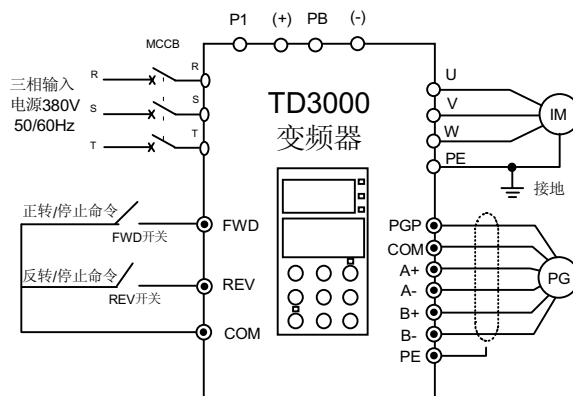

图4-17 基本运行配线图2
- (1) 按图4-17 配线，检查接线正确后，合上**MCCB**开关，变频器上电；